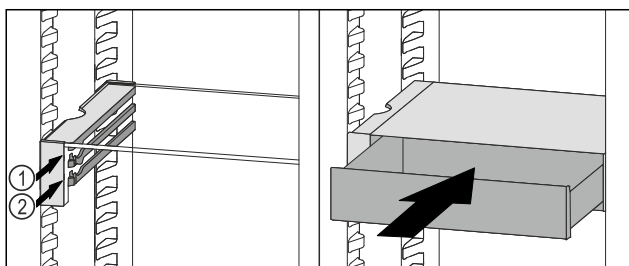

Fig. 136
- ▶ Nasaďte zásuvku VarioSafe za zářáčky na požadovaném žebříku Fig. 136 (1) nebo Fig. 136 (2).